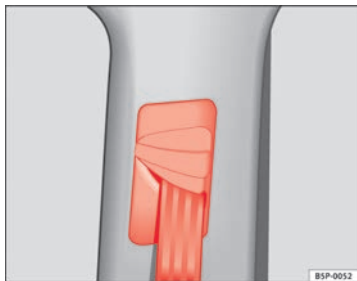

Abb. 17 Einbauort der Gurthöheneinstellung
- Drücken Sie den Umlenkbeschlag im oberen Bereich und halten Sie den Beschlag in dieser Stellung ⇒ Abb. 17.